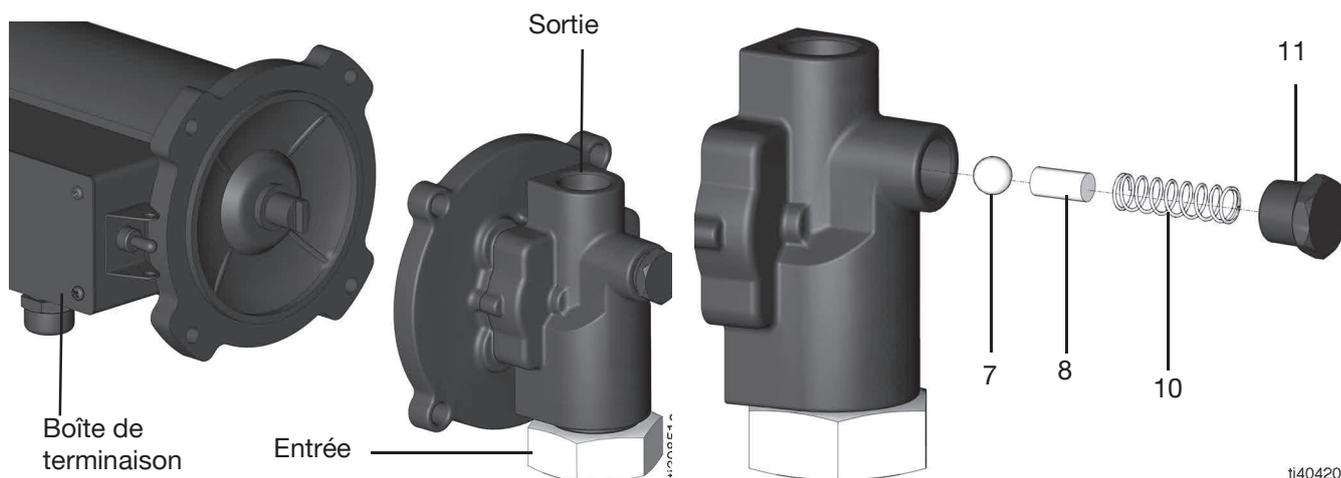

FIG. 15
6. La boîte de terminaison du moteur doit être positionnée entre la sortie et l'entrée de la pompe (FIG. 15).